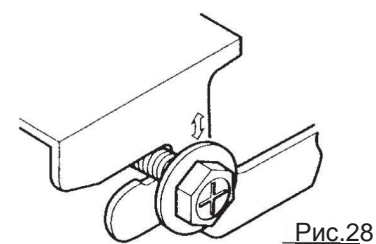

Рис.28
- Подвесной болт находится под крышкой внутреннего блока. Никогда не снимайте крышку. Поднимите блок и задвиньте его вперед. (См. рис. 28)